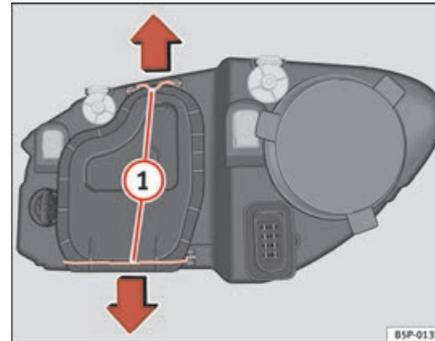

Abb. 188 Abblendlicht
- Die Streben ⇒ Seite 265, Abb. 188 ① in Pfeilrichtung verschieben und den Deckel abnehmen.